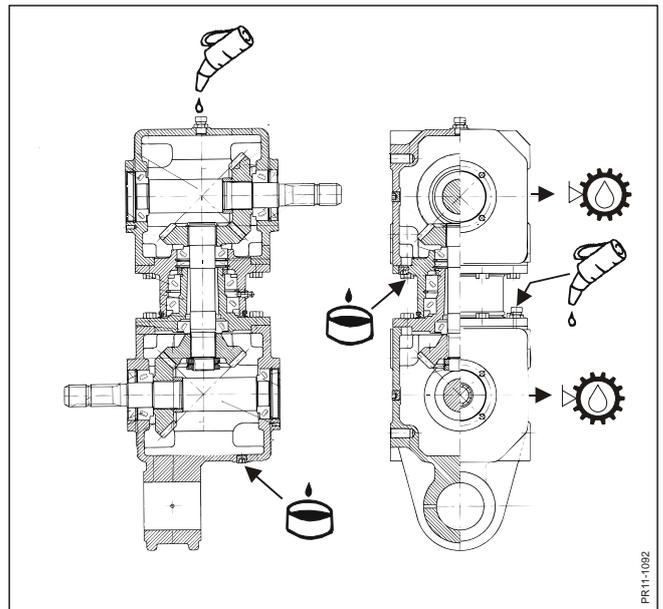

Fig. 4-9
- Fig. 4-9 **Capacité d'huile:**  Partie supérieure: 2,3 l